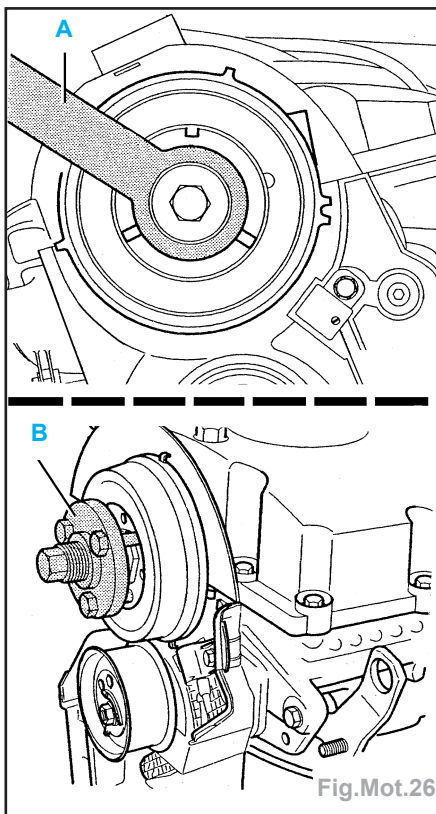

Fig.Mot.26
- Immobiliser en rotation le moyeu cible de capteur de position d'arbre à cames à l'aide de l'outil **VAG T10051 (A)** puis déposer celui-ci à l'aide de l'extracteur **T10052 (B)** (Fig.Mot.26).